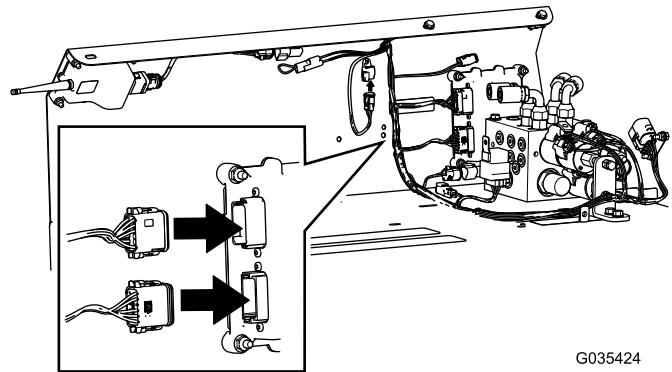

Figura 15
6. Collegate i connettori del controller negli adattatori del controller (Figura 15).